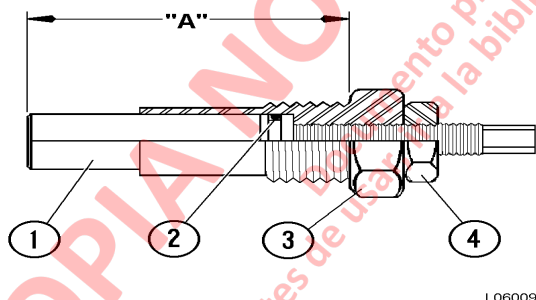

FIGURA 6-13. CONJUNTO DEL AJUSTADOR DE CARRERA
20. Mida y registre la dimensión "A" del conjunto ajustador de carrera, como se muestra en la Figura 6-13.
21. Suelte el perno de traba (4). Separe el vástago (1) de la tuerca de ajuste (3). Retire y deseche la junta tórica (2).
23. Instale una junta tórica nueva (2) en el vástago (1) y vuelva a ensamblarlo en la tuerca de ajuste (3). Ajuste el vástago a la distancia de la tuerca de ajuste a la dimensión "A" registrada en el paso 21. Apriete el perno de traba (4).
34. Instale el conjunto del ajustador de carrera (Figura 6-13) para mantener el bloque oscilante en su lugar.